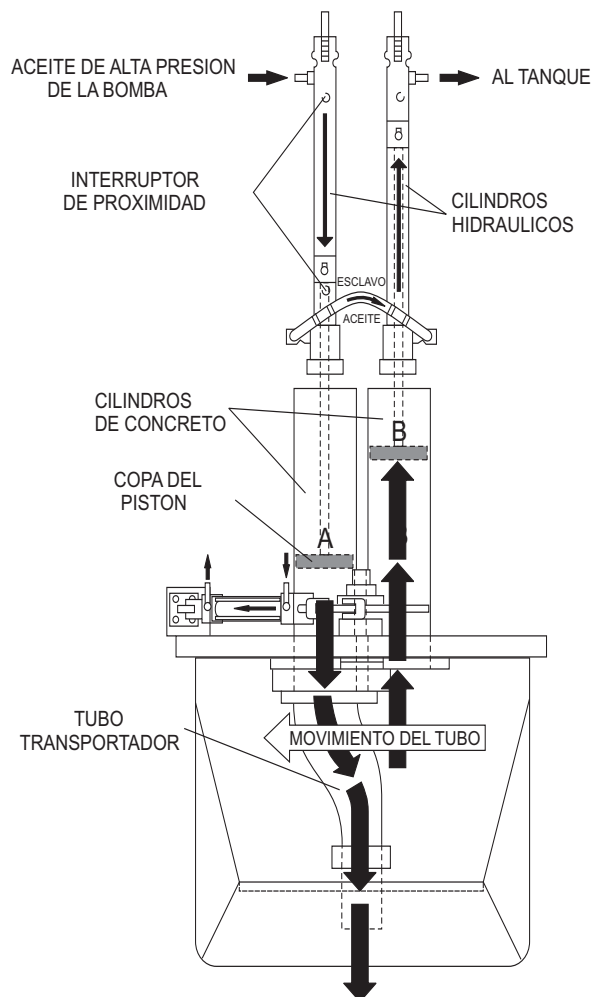

Figura 4. Ciclo de bombeo 2
El tubo trasportador cambia en secuencia a cada cilindro de concreto cuando el cilindro impulsor empuja el concreto. Cuando la segunda secuencia del ciclo empieza (Figura 4), el tubo transportador, cambia al cilindro opuesto (A). El pistón hidráulico pasa por debajo del interruptor de proximidad y envía la presión al pistón, causando que empuje y descargue el concreto a la línea de entrega. El aceite hidráulico es transferido a través del circuito esclavo al cilindro B, causándolo que empiece el tiempo de succión, rellenándolo con concreto. La secuencia de bombeo después se repite según la duración de la operación.